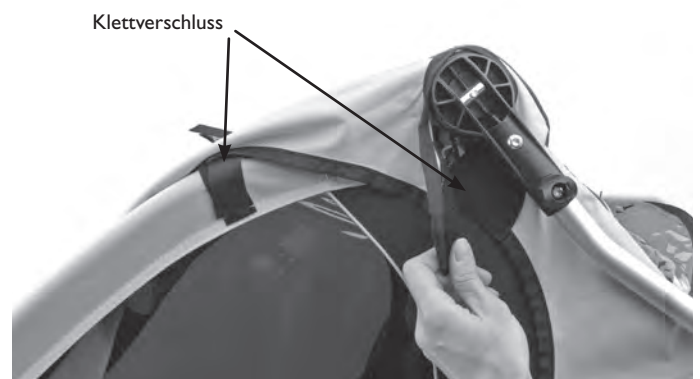

Abbildung 15
7. Befestigen Sie den seitlichen Klettverschluss-Streifen des Verdecks an entsprechender Stelle am Rahmenrohr (s. Abbildung 15)